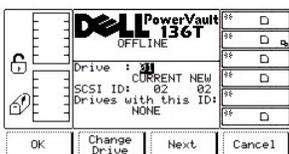

图 70. 设置 > 驱动器 > SCSI 对话框
选择 SCSI 后，将显示“SCSI 对话框”。请参见图 70。该选项允许用户设置驱动器的 SCSI ID。
请参考与图 70相关的表格。
- 1 如果按下**下一个**软键下方的按钮，则“驱动器”字段将成为活动字段。请参考图 70。